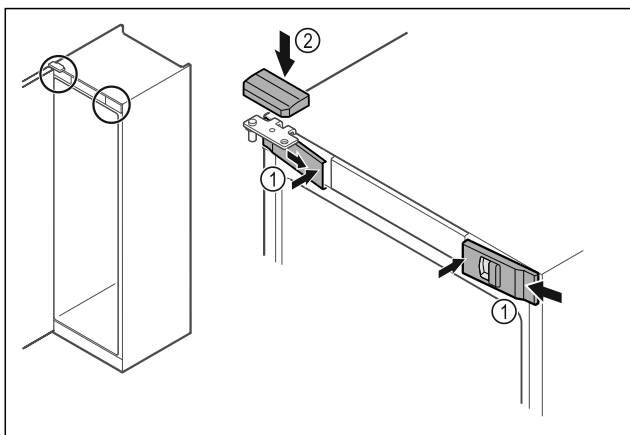

Fig. 44
- ▶ Зацепите сбоку и защелкните передние крышки Fig. 44 (1) с внутренней стороны.
- ▶ Защелкните верхнюю крышку Fig. 44 (2) сверху.